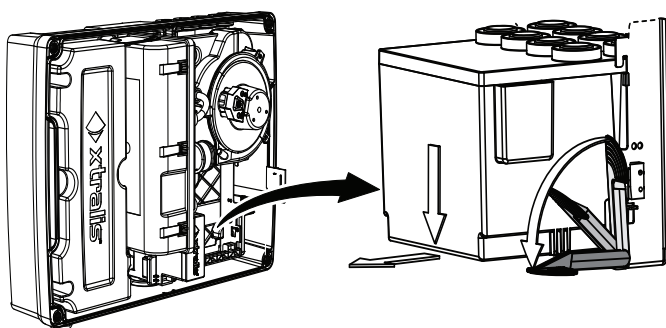

Abbildung 7-5: Ausbau des intelligenten Filters
4. Bauen Sie den intelligenten Filter aus (Abbildung 7-5). Nähere Informationen finden Sie in Abschnitt 7.3 auf Seite 61.